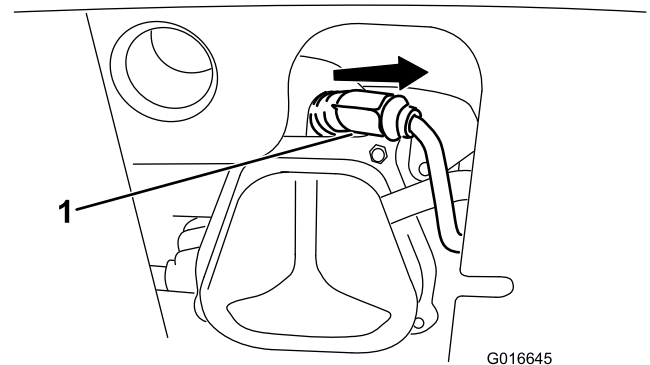

Figure 40
1. Enlevez le capuchon (Figure 40).